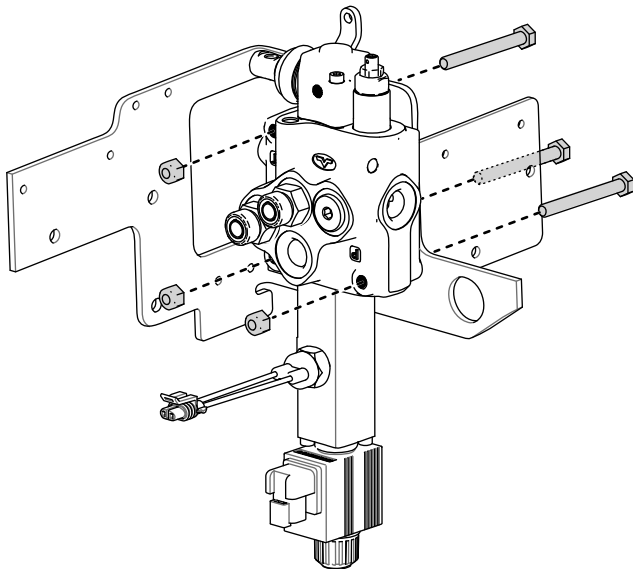

Figure 14
2. Fixez le distributeur auxiliaire au support à l'aide des 3 boulons et écrous avant (Figure 14).
**Important:** Veillez à orienter les boulons comme montré à la Figure 14.